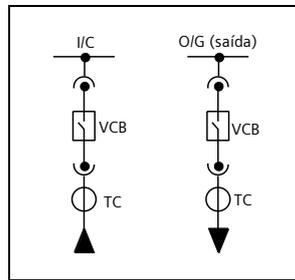

Fig. 8
1.2.7.1 Painéis do alimentador (Fig. 8)